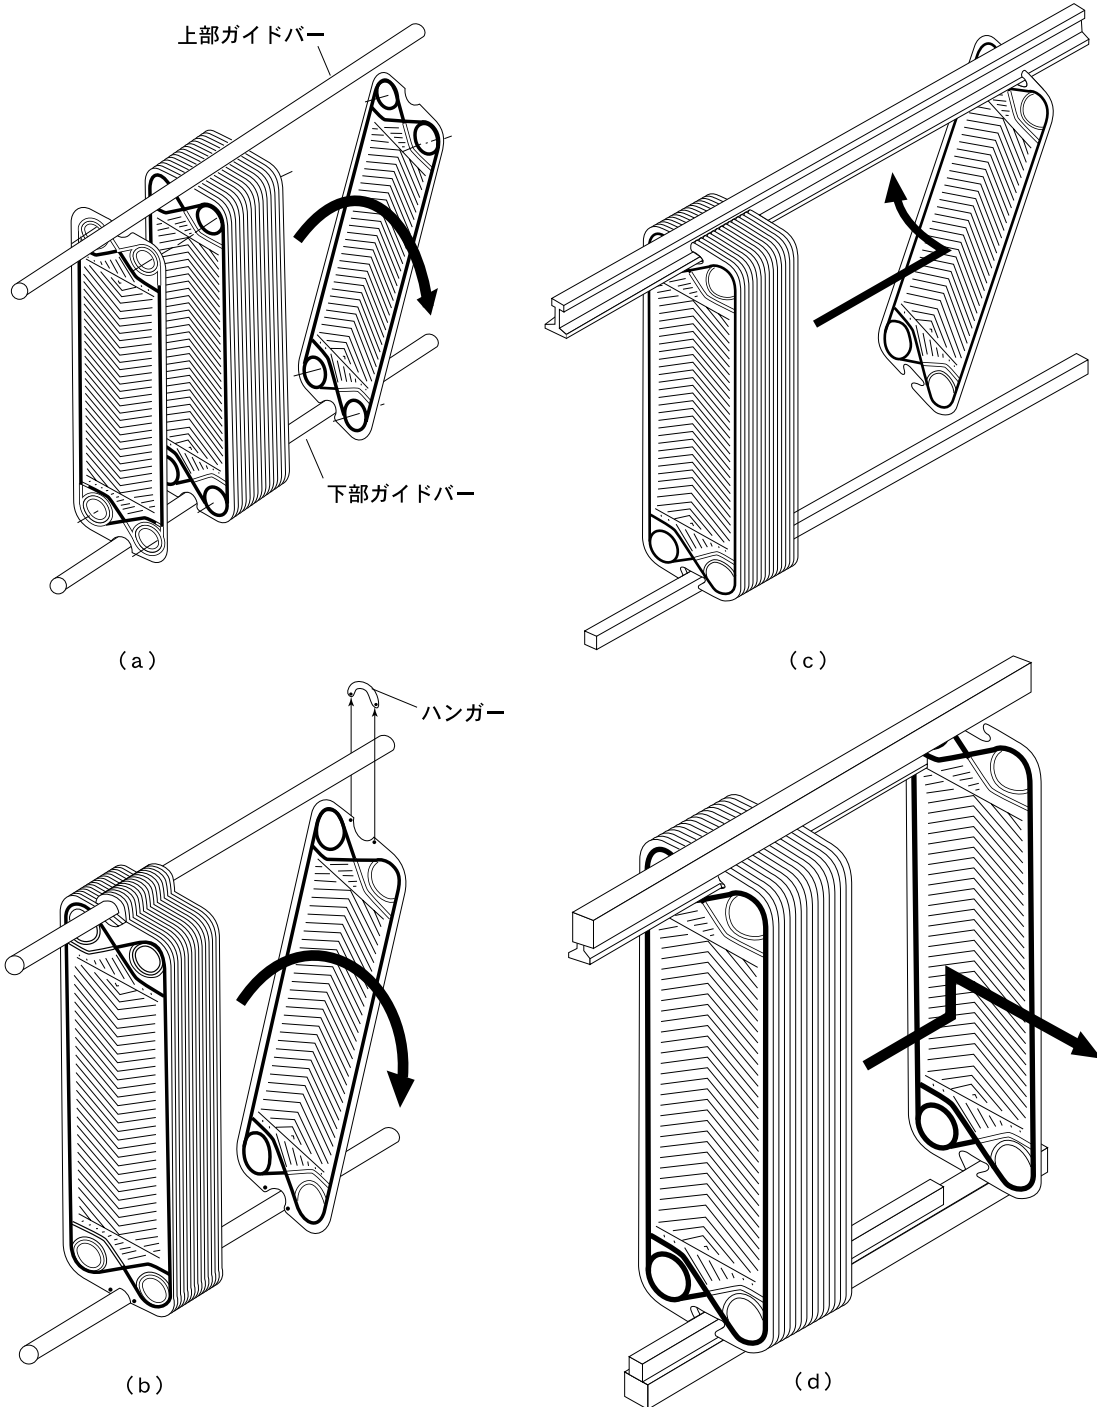

図5.2 プレートのはずし方
(2) フレームよりプレートをはずす。
- ① ハンガーのないU X-01、U X-005、R X-00型などの小型プレートはEフレーム側にプレートを倒して横に引き出すとはずれません。(図5.2- (a))
- ② ハンガー有りて上部ガイドバーが丸型のものは、プレートを持ち上げながらハンガーを押し下げてハンガーをはずしてから、プレートをはずします。(図5.2- (b))
- ③ ハンガー無しで上部ガイドバーがレールのものは、プレートを下部ガイドバーよりはずした後外側に回す、または、引き抜くようにするとはずれません。(図5.2- (c)、(d))